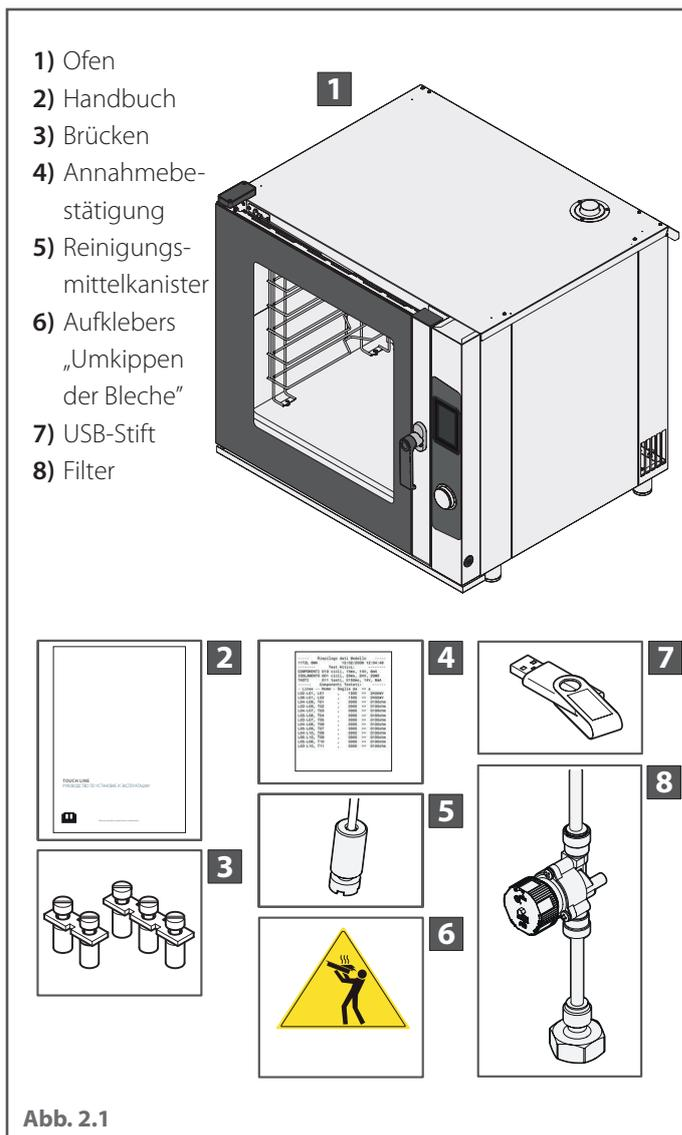

Abb. 2.1
► Abb. 2.1
Falls dies trotzdem erforderlich sein sollte, muss der mit dem Gerät mitgelieferten Aufkleber „Verbrennungsgefahr“  in der angegebenen Höhe angebracht werden (siehe ► **Abb. 2.1**) Seite 5.